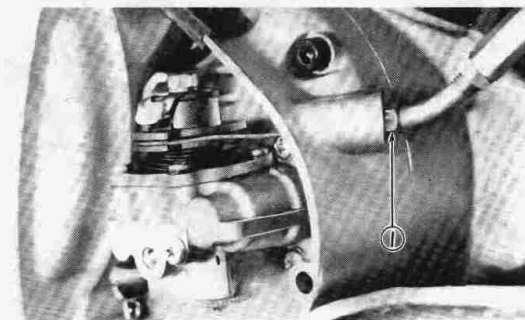

Fig. 3-2-10
6. Loosen wire adjuster lock nut and remove adjuster and wire complete. (Fig. 3-2-10)
6. Desserrez le contre-écrou du réglage du câble et retirez le réglage et le câble complet. (Fig. 3-2-10)